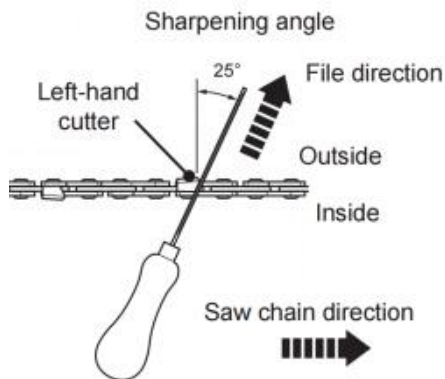

Fig. 74
5. Fila i en vinkel vinkelrät mot svärdet och i en vinkel på 25° mot färdriktningen (bild 74).